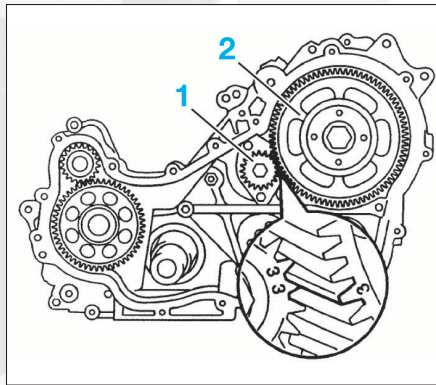

FIG. 40
- poser le pignon de pompe d'injection (pour cascade de pignons) en faisant correspondre les repères d'alignement du pignon d'arbre d'équilibrage (1) et du pignon de pompe d'injection (2) (fig. 40) ; puis contrôler le jeu axial de l'arbre de pompe d'injection.